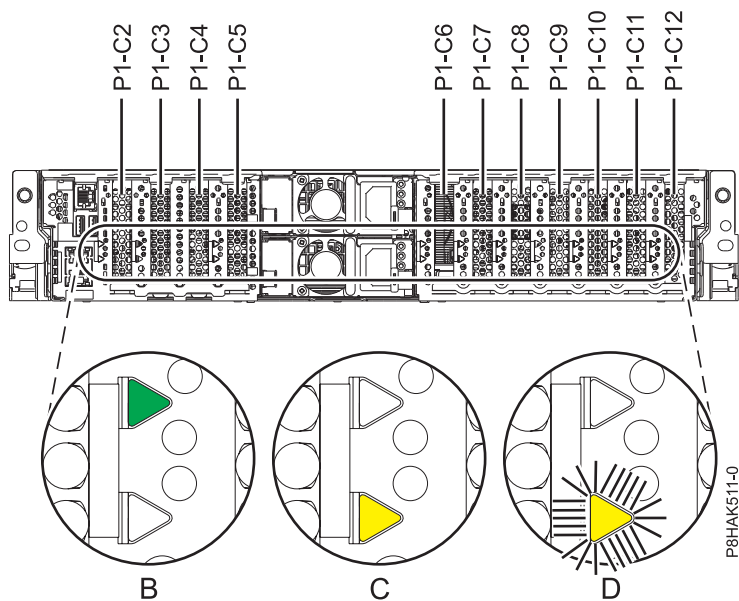

Figure 14. Emplacements des cartes PCIe et emplacements des voyants sur le système 5148-21L, 5148-22L, 8247-21L, 8247-22L, 8284-21A ou 8284-22A
Si vous intervenez sur une carte PCIe défectueuse, recherchez le voyant orange qui clignote sur cette carte PCIe pour identifier le composant défectueux. Voir la section figure 14, à la page 25 qui décrit les états des voyants. Notez que le voyant jaune correspondant à la carte PCIe défectueuse **clignote**, comme illustré dans (D) dans la figure 14, à la page 25.
Avvertissement : Si la carte PCIe fonctionne normalement, le voyant d'activité est **fixe** (vert) et le voyant d'erreur est **éteint** (orange), comme illustré dans (B) dans la figure 14, à la page 25. Ne tentez pas de retirer la carte PCIe en cours de fonctionnement.